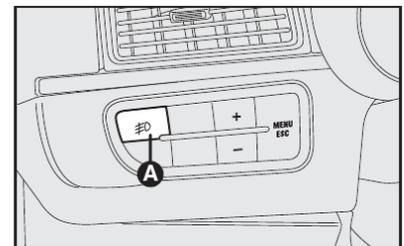

fig. 65
**A - Faróis auxiliares** - Botão com indicação de função ativada no quadro de instrumentos para ligar e desligar os faróis auxiliares. Só funciona a partir do acionamento das luzes externas de posição. Os faróis auxiliares são desligados cada vez que a chave de ignição for desligada. Para ligá-lo novamente é necessário pressionar o botão A-fig. 65.
### PREDISPOSIÇÃO PARA FARÓIS AUXILIARES - fig. 65